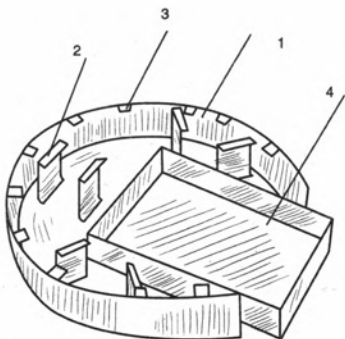

Рис. 63. Зольная камера в готовом виде:
9. Приклепайте уголки к боковой стенке зольника (рис. 63).